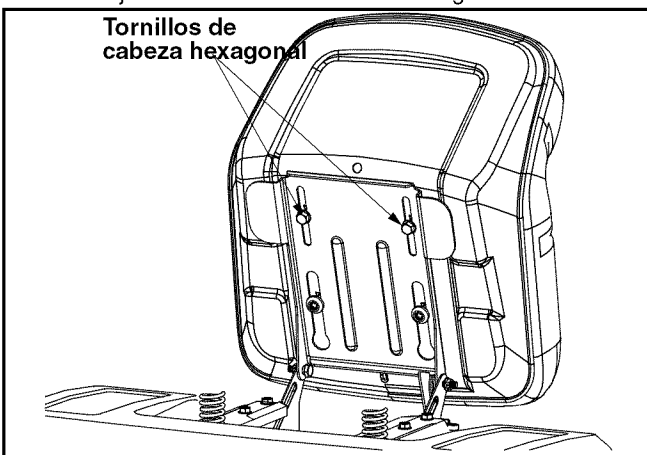

**Figura 11**
- Mirando la transmisión desde el lado derecho del tractor, localice el resorte de compresión y el disco del freno. Consulte la Figura 11.
- Afloje, pero NO extraiga, la tuerca hexagonal ubicada en el lado derecho del montaje de frenos. Vea la Figura 11.